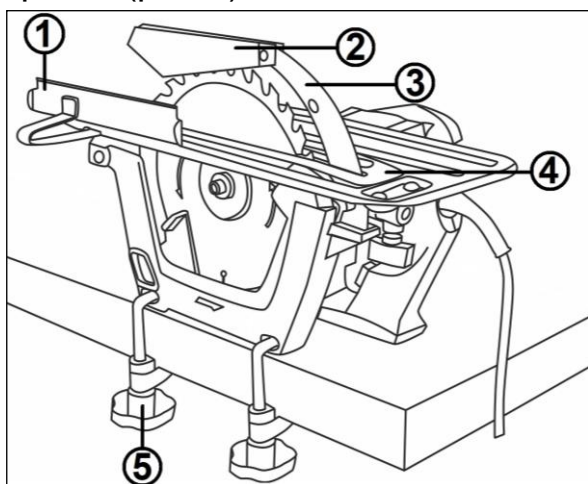

Рис.9 Стационарная установка
Дисковая пила ДП-200СТ имеет возможность стационарной установки на верстак (рис.9).
Чтобы установить пилу на верстак, возьмите из комплекта поставки специальные болты и закрепите пилу как показано на рис.9. Далее установите распорный клин(3), после чего закрепите защитную планку(4). Закрепите защитный кожух(2) с помощью штифта и шплинта из комплекта.